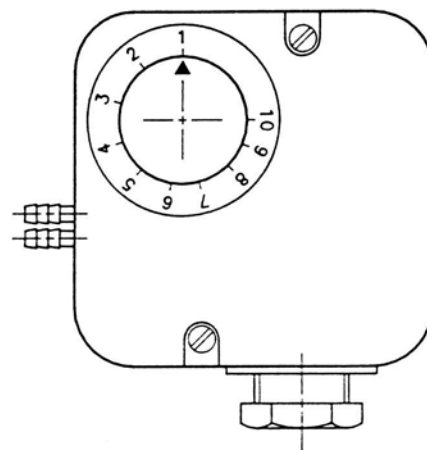

Рис. 21
- Отрегулируйте термостат давления воздуха на начало шкалы (рис. 21)